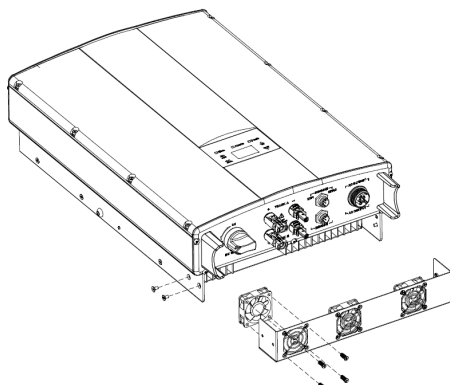

Figura 21 Smontaggio della scatola del ventilatore
- (1) Scollegare l'interruttore in corrente alternata;
- (2) Portare l'interruttore in corrente continua in posizione "Disattivato";
- (3) Attendere almeno 10 minuti;
- (4) Scollegare tutti i cavi elettrici nella parte inferiore dell'inverter;
- (5) Sollevare l'inverter con l'aiuto di altre persone e rimuoverlo dalla parete;
- (6) Posizionare l'inverter su un tavolo da lavoro;
- (7) Smontare la scatola del ventilatore come illustrato nella Figura 21;